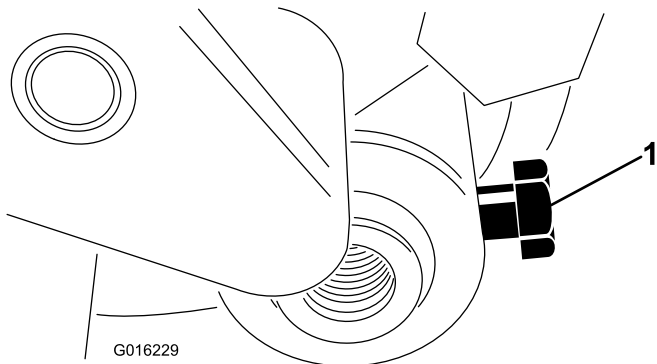

Figura 3
3. Desaperte o parafuso que prende o eixo do rolo ao braço da altura de corte (Figura 3).